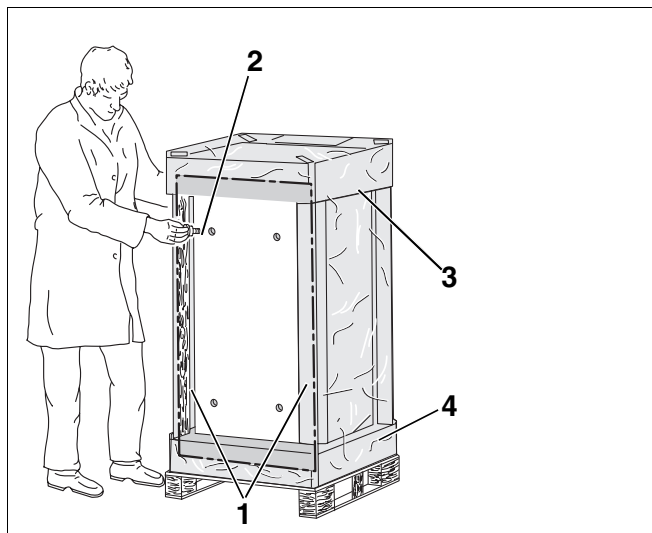

Fig. 3 Découpez le film d'emballage et visser les pieds réglables
- Découper le film d'emballage sur le côté en face de l'autocollant "Partie supérieure du préparateur" (fig. 3).
- Visser les 4 pieds réglables (fig. 3, **pos. 2**) joints à la livraison de la chaudière sur 15–25 mm.
- Retirer les deux listeaux d'angle en bois (fig. 3, **pos. 1**) de la partie inférieure du préparateur.